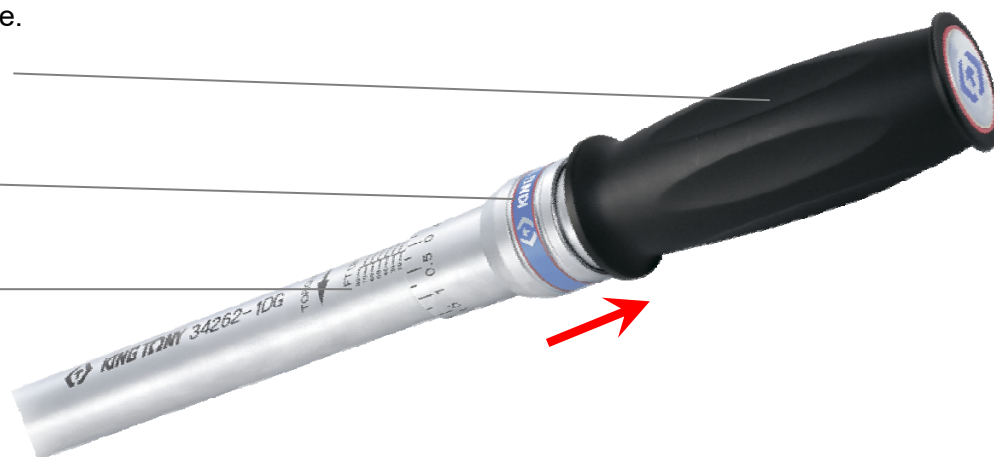

Рис. 2
- Перед началом работы с ключом серии 34262-1DG необходимо произвести настройку ключа (Рисунок 2):